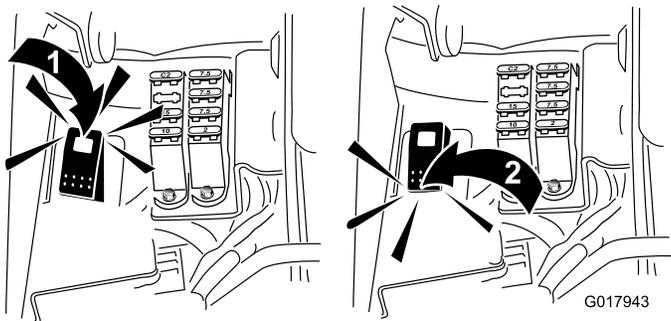

Рисунок 59
5. Переведите переключатель заточки в положение «Обратное вращение» (R) (Рисунок 59).